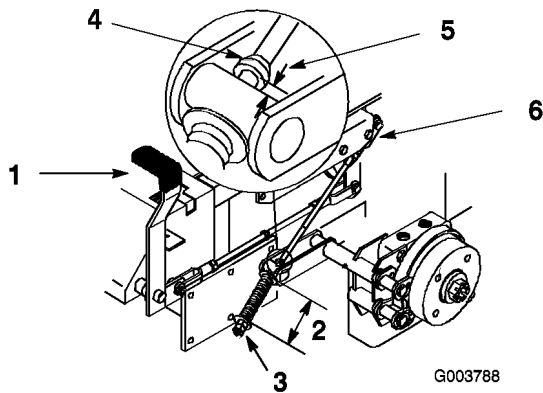

Bild 52
Der Abstand sollte zwischen den Scheiben 70 mm betragen (Bild 52).
3. Falls Sie eine Einstellung vornehmen müssen, lockern Sie die Klemmmutter unterhalb der Feder und ziehen Sie die Mutter direkt unter dem Joch an (Bild 52). Drehen Sie die Mutter, bis Sie den korrekten Messwert erhalten. Ziehen Sie die beiden Muttern zusammen an und wiederholen Sie das Verfahren auf der gegenüberliegenden Maschinenseite.
Der Abstand sollte 5 bis 7 mm betragen (Bild 52).
Drehen Sie die untere Einstellstange, bis Sie den korrekten Messwert erhalten (Bild 52). Ziehen Sie die Klemmmutter am Joch an.